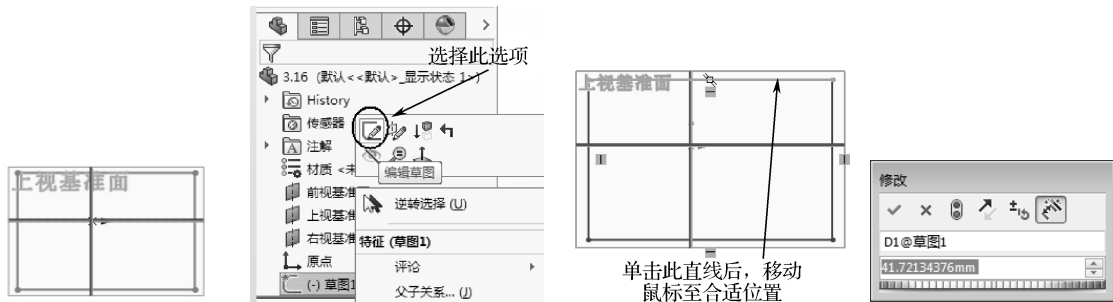

图 3-78 源文件 图 3-79 选择“编辑草图”选项 图 3-80 选择直线 图 3-81 “修改”对话框
- 02 在“打开”属性管理器中选定文件名为“3.16”，然后单击“OK”按钮，或者双击所选定的文件，即打开所选文件，如图 3-78 所示。
02 在“打开”属性管理器中选定文件名为“3.16”，然后单击“OK”按钮，或者双击所选定的文件，即打开所选文件，如图 3-78 所示。